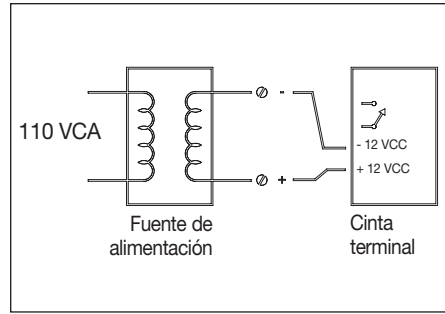

Figura 17
- Instalar el cableado (El cable es suministrado por el instalador. Se puede usar cable de termostato.) entre el conector de la placa de circuito verde y la fuente de alimentación, teniendo en cuenta la polaridad, tal como se muestra en la fuente de alimentación y en el panel de control. [+ a + y - a -] **Figura 17**